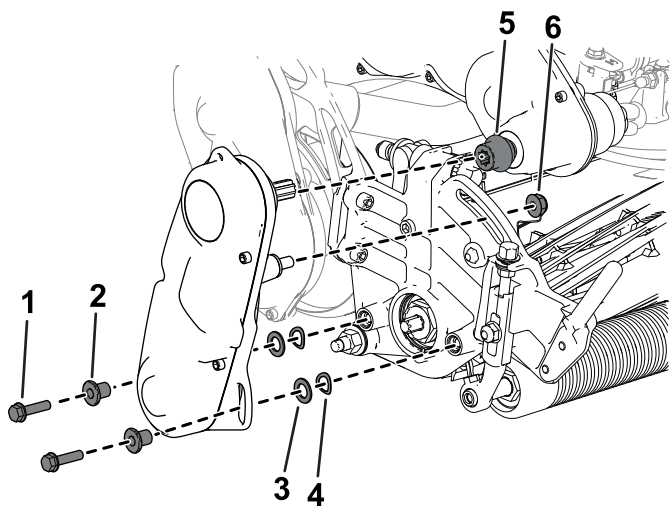

Bild 48
3. Entfernen Sie die Spindelantriebswelle vom Mähwerk (Bild 48) und behalten Sie die Befestigungselemente auf.